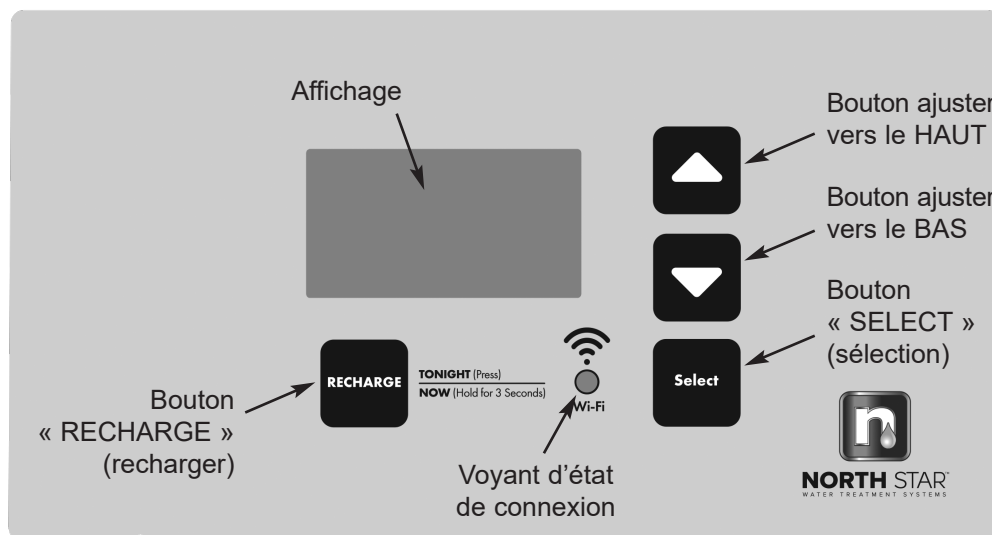

FIG. 16
5. Amorcez la régénération en appuyant le bouton RECHARGER (Régénérer) pendant 3 secondes (voir la figure 16 à la page 14). Le moteur de la soupape se met en marche et la soupape avance en position « Remplir ».